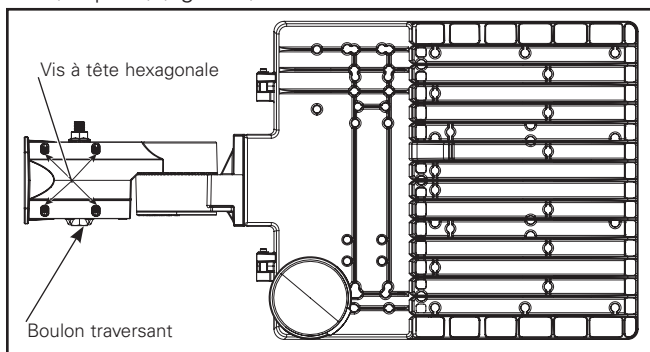

Figure 6.
6. Retirez le boulon d'assemblage de l'adaptateur d'emboîtement et installez l'adaptateur d'emboîtement sur un tenon de 60,3 mm (2 3/8 po) de diamètre extérieur. Assurez-vous qu'aucun fil n'est pincé et serrez les quatre vis à tête hexagonale à un couple de 3,4 Nm (30 po-lb) (figure 6).
7. Pour un montage sur tenon horizontal, réinstallez le boulon traversant pour fixer le luminaire au tenon. Serrez le boulon à un couple de 13,5 Nm (120 po-lb) (figure 6).